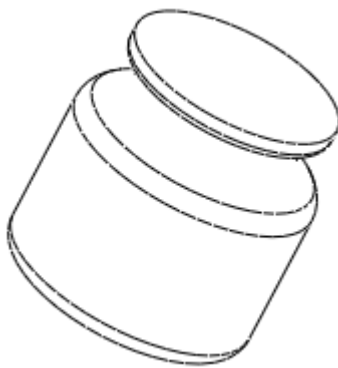

图 40-4
- (5) 单击旋转特征操控板中的  按钮，完成旋转特征的建立，如图 40-4 所示。